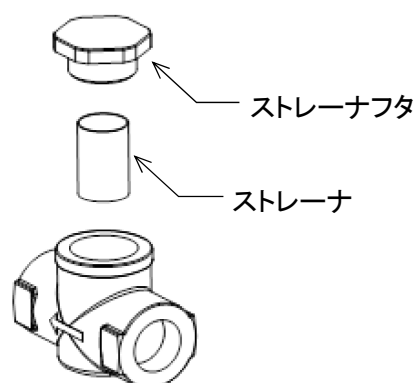

図 9-8
9.3.5 ストレーナ(図 9-8)
2) ストレーナの掃除と点検 (図 9-8)